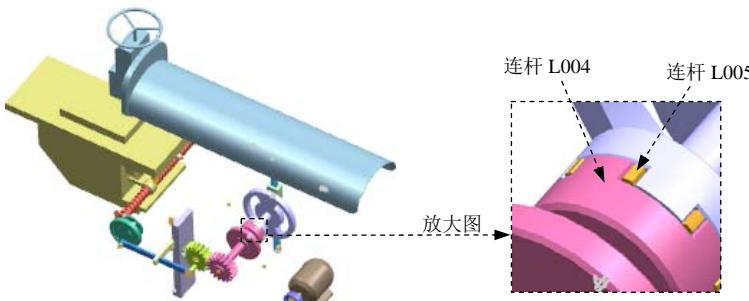

图 10.9.32 定义 3D 接触 1
(1) 选择下拉菜单 **插入(S)** → **连接器(R)** → **3D 接触...** 命令, 系统弹出“3D 接触”对话框。
(2) 定义接触连杆。将连杆 L001 和连杆 L011 隐藏; 单击“3D 接触”对话框中的 **操作** 区域下 **\*选择体(O)** 按钮, 然后选取图 10.9.32 所示的连杆 L005; 单击“3D 接触”对话框中的
**基本** 区域下 **\*选择体 (①)** 按钮，然后选取图 10.9.32 所示的连杆 L004。
(3) 定义接触类型。在“3D 接触”对话框 **参数** 区域下 **类型** 的下拉列表中选取类型为 **实体**，其余参数接受系统默认。
(4) 单击 **应用** 按钮，完成 3D 接触 1 的定义。